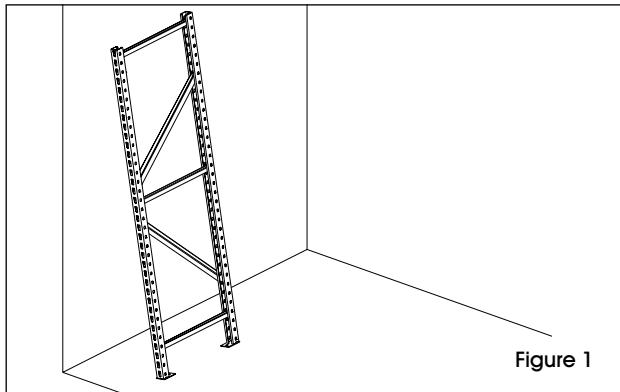

Figure 1
1. Appuyez le montant contre un mur ou assemblez le rayonnage avec une autre personne. (Voir Figure 1)